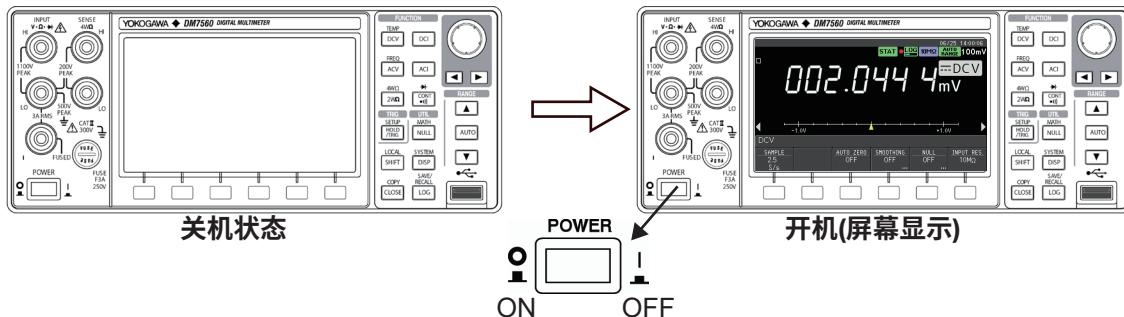

图2.3 打开和关闭电源
- 3** 按下前面板左下方的电源开关(图2.3)打开仪器。几秒钟后将出现初始设置屏幕(仪器出厂后首次打开时的出厂设置)。